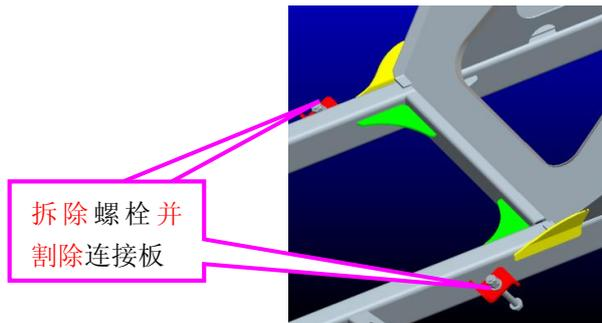

图 11
- b、拆除后台前端左右两个斜拉螺栓并割除对应连接板，注意不要伤及主梁本体并保证连接板的完整性（后续还需补焊），割完后打磨平整，如图 11 所示。